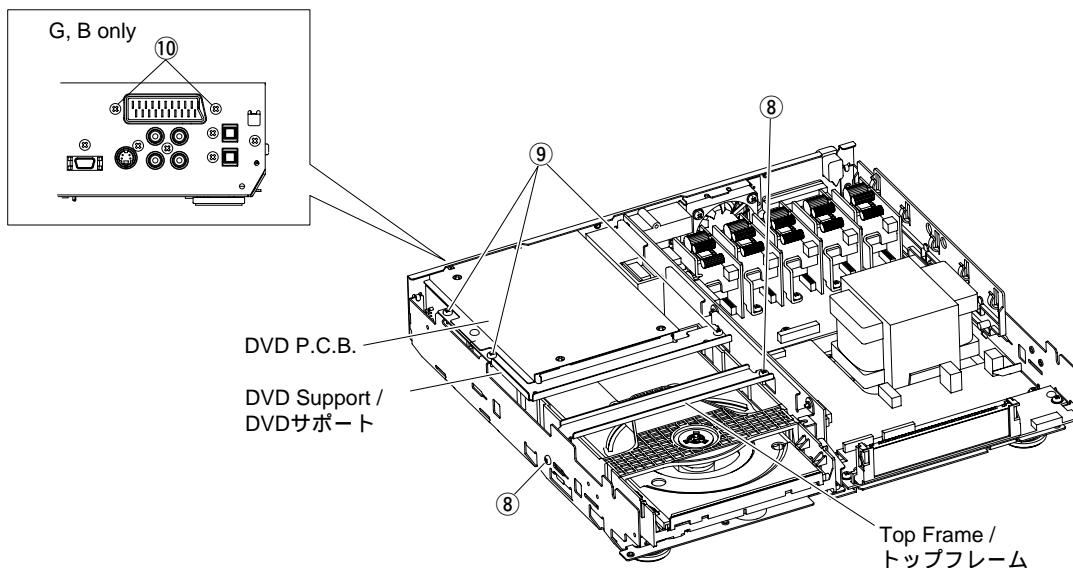

Fig. 5
- a. Remove 2 screws (⑧) and then remove the Top Frame in Fig. 5.
- b. Remove 3 screws (⑨) in Fig. 5.
- c. Remove 2 screws (⑩) in Fig. 5. (G, B only)
- d. Remove the DVD support and the DVD P.C.B. in Fig. 5.
- a. ⑧のネジ2本を外し、トップフレームを外します。(Fig. 5)
- b. ⑨のネジ3本を外します。(Fig. 5)
- c. ⑩のネジ2本を外します。(G, B only) (Fig. 5)
- d. DVDサポート & DVD P.C.B.を外します。(Fig. 5)